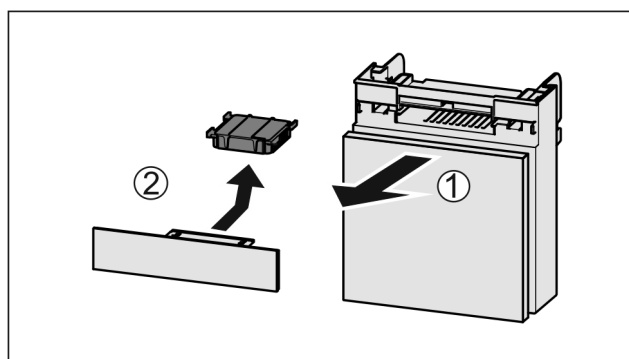

Fig. 43
- ▶ Dra ut Fig. 43 (1) lådan framåt.
- ▶ Ta ut Fig. 43 (2) aktivtkolfiltret.